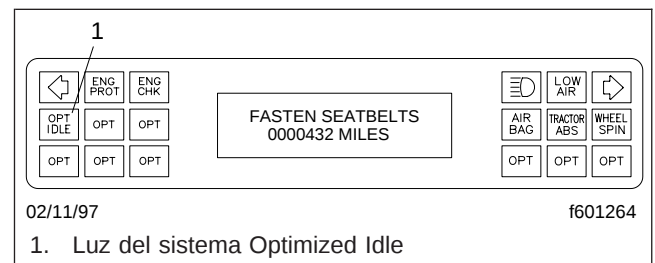
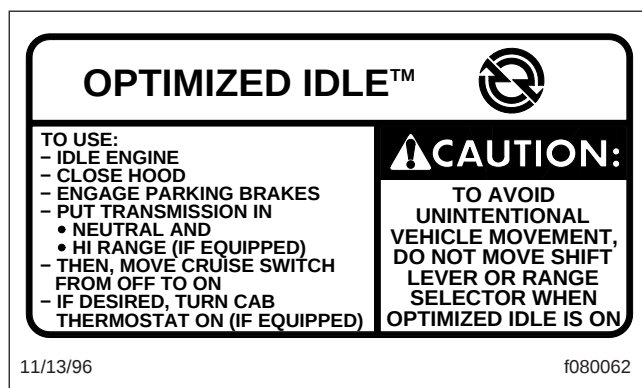
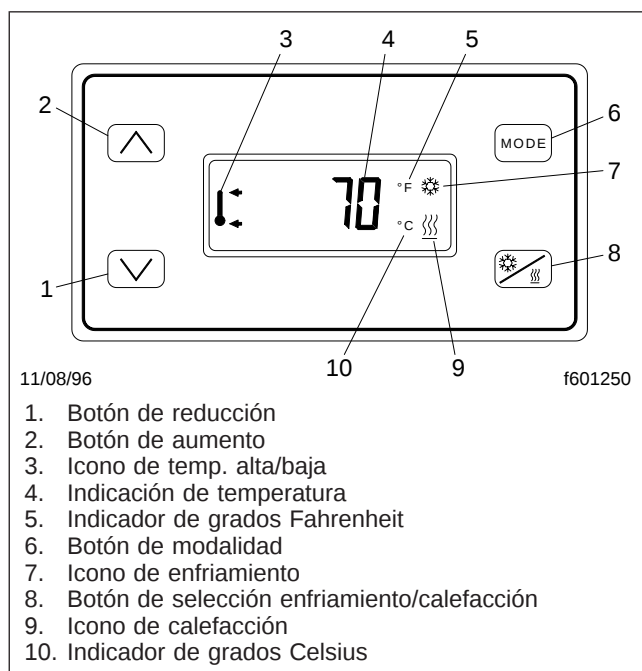

Figura 2.21, Ubicación de la luz del sistema Optimized Idle
Figura 2.22, Etiqueta del tablero del sistema Optimized Idle
Figura 2.23, Termostato del Optimized Idle
Los vehículos equipados con el sistema Optimized Idle tienen una etiqueta y luz en el tablero de instrumentos. La luz del tablero está en el panel "A" en el centro de mensajes del tablero o en el centro de mensajes para el conductor. Vea la Figura 2.21. Vea la Figura 2.22 para el detalle de la etiqueta del tablero. Si está equipado con la modalidad de termostato, hay un termostato ubicado en el dormitorio, arriba de la litera. Vea la Figura 2.23.
- 2.2 Active el termostato tocando cualquiera de los cuatro botones. Vea la **Figura 2.23**.